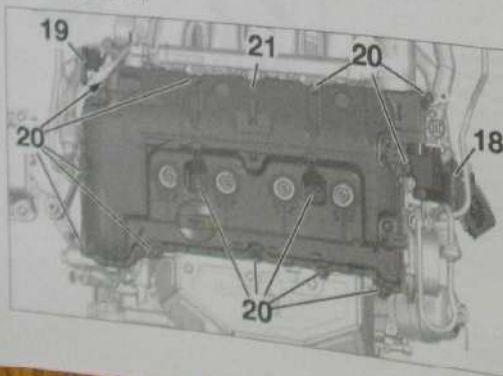

Fig. 6
- Soulever et écarter la goulotte (18) (Fig.6).
- Desserrer la patte de levage (19).
- les vis (20) du couvre-culasse,
- le couvre-culasse (21).